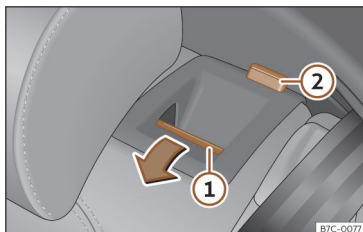

Fig. 99 Banco traseiro: rebater o encosto.
- Pressione o botão de desbloqueio >>> **Fig. 99** ① para a frente e, ao mesmo tempo, rebata o encosto. O encosto traseiro está desbloqueado quando se vê uma marca vermelha no botão ②.